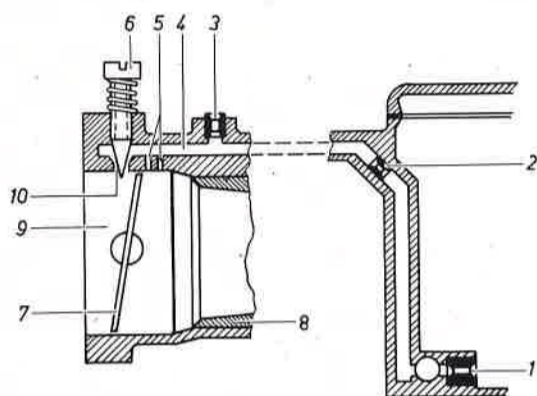

Fig. M 31/03
Tanto el 1^{er} escalón como el 2^o, están dotados de un dispositivo de ralentí. El del 1^{er} escalón hace llegar la mezcla de combustible y aire al motor, cuando aquél trabaja sin carga, es decir, «en ralentí». El combustible aspirado por el calibre de ralentí «g» (2) y el aire que entra por el calibre (3), forman una mezcla, la que va a través del conducto (4), y una vez pasados los dos by-pass (5), entra en el tubo de admisión (9), detrás de la válvula de mariposa (7) (Fig. M 31/03).